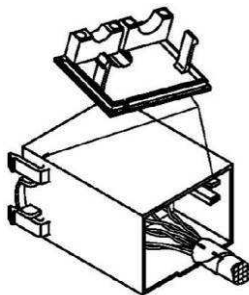

Figure 7 / Abbildung 7
12. Insert edge connector into the panel housing (see figure 7).
12. Randsteckverbinder in Panelgehäuse einrasten (Abbildung 7).